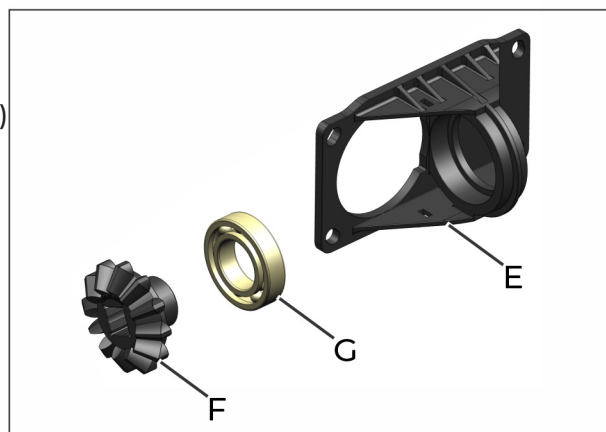

fig. 69
Para realizar la limpieza, mantenimiento o sustitución de los rodillos y sus componentes (D) (fig. 69), afloje los tornillos de fijación (D) (fig.69) y retírelos.